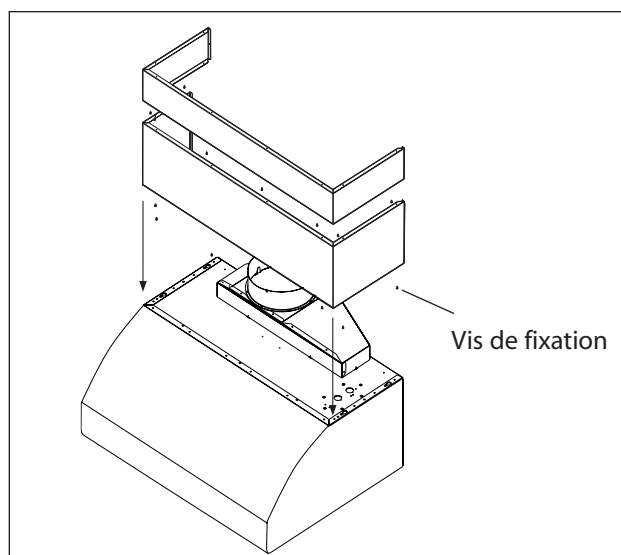

FIG. 7
Utilisez les couvre-conduits en option illustrés à la figure 7 pour remplir l'espace entre la hotte et le plafond dans le cas d'un montage mural. Les couvre-conduits de 6 po et 12 po sont disponibles et peuvent être commandés séparément.
2. Fixez le ou les couvre-conduits à la hotte à l'aide de vis à tôle tel qu'indiqué à la figure 7.